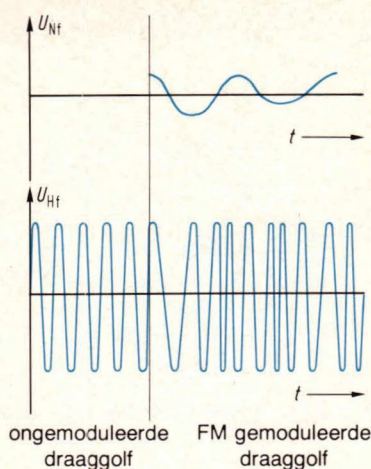

Fig. 13 Ongemoduleerde (links) en frequentiegemoduleerde HF-draaggolf (rechts).
De toonhoogte, dus de frequentie van het LF-sigitaal, is als informatie in de frequentieverandering van de draaggolf begrepen (fig. 13). Een zachte 2000 Hz-toon verandert de draaggolffrequentie van een FM zender 2000 keer in de seconde. Daarbij ontstaat een frequentiezwaai van bijvoorbeeld maar ± 10 kHz. Een zeer luide 2000 Hz-toon zou daarentegen een zwaaï van ± 75 kHz nodig hebben. De zijband frequenties f_1 en f_2 liggen rond de momentane frequentiezwaai van de draaggolffrequentie verwijderd (fig. 14). Binnen de vastgelegde bandbreedte van 150 kHz schommelt dus de frequentie van de zenders overeenkomstig de modulatiefrequentie (LF). Een begrenzing van het ge-